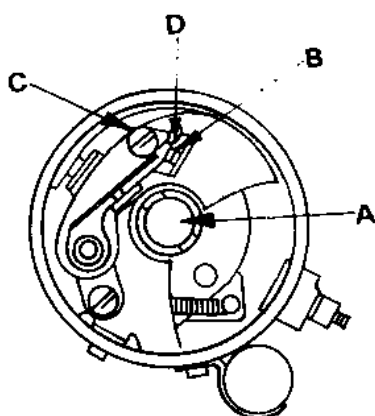

Bild 51
der Nocken den Unterbrecherhebel vollkommen abhebt. Die Befestigungsschraube des feststehenden Kontaktes (C, Bild 51) lockern und einen Schraubenzieher zwischen die kurzen Zapfen auf der Unterbrecherplatte (D) und in den Schlitz am Unterbrecherkontakt einführen. Schraubenzieher in die betreffende Richtung verdrehen, bis ein Abstand von 0,4 mm zwischen den Kontaktflächen erhalten wird. Dieses Maß mit einer Fühlerlehre ausmessen. Befestigungsschraube des Festkontaktes wieder anziehen und den Unterbrecherabstand erneut kontrollieren. Nach dem Einstellen der Unterbrecherkontakte muß auf jeden Fall der Zündzeitpunkt neu eingestellt werden, da eine Änderung des Kontaktabstandes um 0,1 mm eine Veränderung des Zündzeitpunktes von 3° an der Kurbelwelle gemessen mit sich bringt.